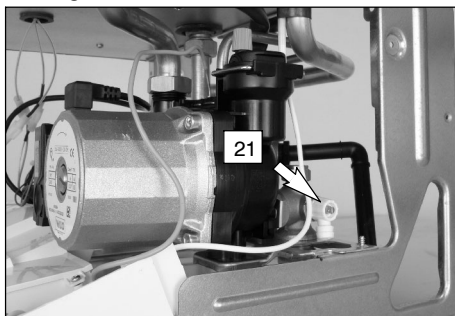

fig. 9.3
- 2 Allentare il rubinetto di svuotamento caldaia 21 in fig. 9.3